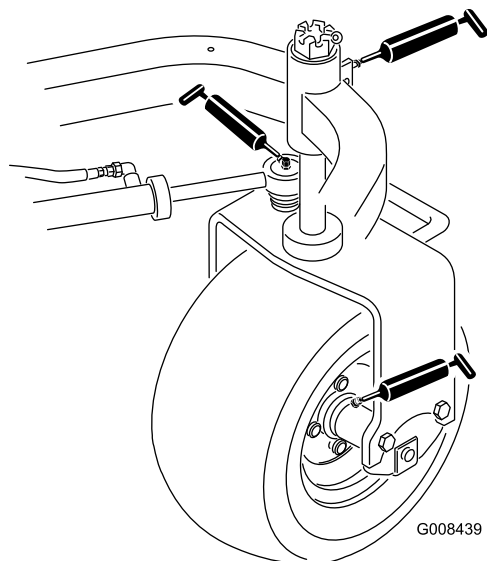

Figure 27
- Moyeu de roue arrière (1) (Figure 27)
- Roulement de roue pivotante (1) (Figure 27)
- Vérin de direction (2) (Figure 27)